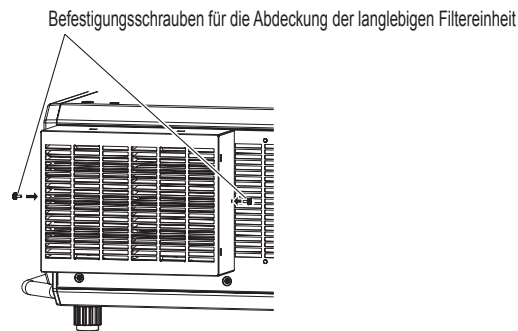

Abb. 2
2) Sichern Sie die Abdeckung des langlebigen Filters. (Abb. 2)